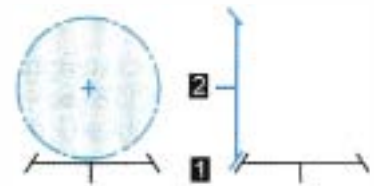

Figure 4.5 • Engrenage concourant (couple conique).
- les engrenages à axes **concourants** : couple conique des ponts pour moteurs longitudinaux (figure 4.5) ;